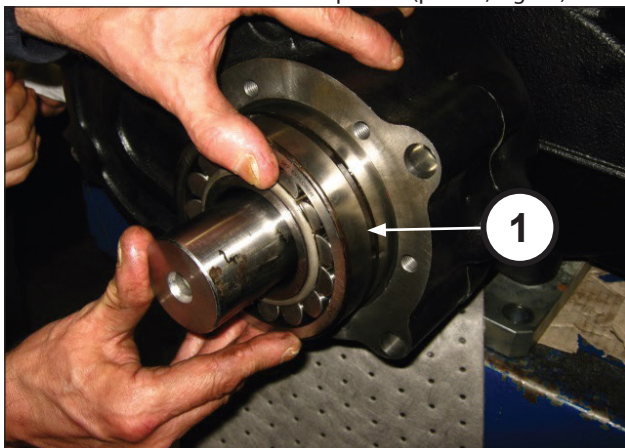

Fig. 80
Insira o rolamento 60x130x46 no pinhão (pos. ①, Fig. 80).